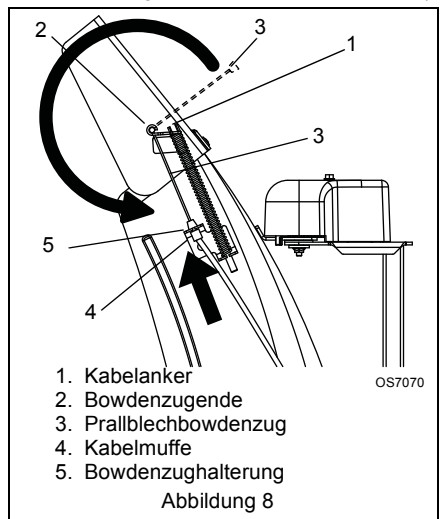

Abbildung 8
(Abbildung 8)
2. Einstellkolben am Bowdenzugende in die Halterung an der linken Seite des Prallblechs am Auswurfschacht einsetzen (Abbildung 8).